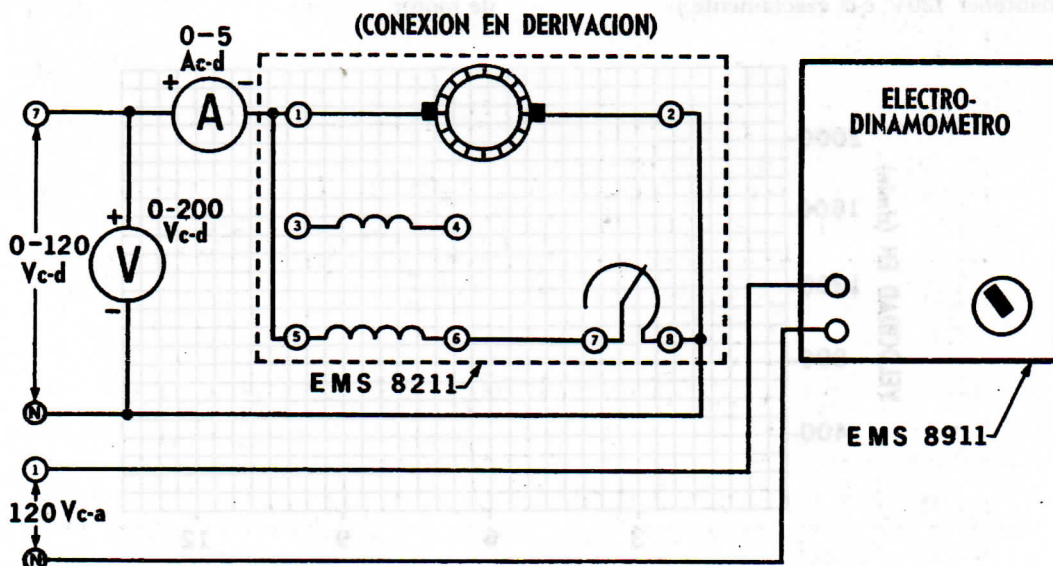

Figura 24-1
1. Construya el circuito ilustrado en la Figura 24-1, utilizando los Módulos EMS de fuente de energía, motor/generador de c-d, medición de c-d y electrodinamómetro.